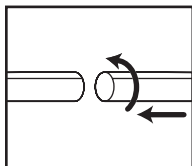

FIGURE 7
10. Attachez les bras de prolongation à l'extrémité accessoire du tuyau. Visez légèrement pour serrer le raccordement. **FIGURE 7**.
11. Attachez un des accessoires de nettoyage (selon vos exigences de nettoyage) sur les bras de prolongation. Visez légèrement pour serrer le raccordement. **FIGURE 7**.